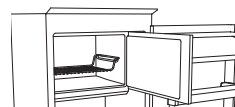
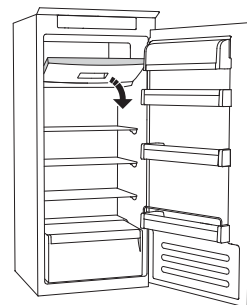

Abbildung 1
Abbildung 2
- Platzieren Sie die Lebensmittel auf dem Gitter, falls vorhanden (Abbildung 1) oder direkt auf dem Boden des Gefrierfachs (Abbildung 2)
- Platzieren Sie die Lebensmittel in der Mitte des **✳️✳️✳️** Fachs, ohne dass es bereits gefrorene Lebensmittel berührt, halten Sie einen Abstand von etwa 20 mm ein (Abbildung 1 und 2).
Das STOP-FROST-SYSTEM (modellabhängig) erleichtert den Abtauvorgang im Gefrierfach. Das STOP-FROST-Zubehörteil (Abbildung 1) wird eingesetzt, um einen Teil des Frosts anzusammeln, der sich im Gefrierfach bildet. Es ist leicht herauszunehmen und zu reinigen und verringert somit die erforderliche Zeit zum Abtauen des Gefrierfachs.
- Öffnen Sie die Gefrierfachtür und nehmen Sie die obere Schublade heraus (Abbildung 2).